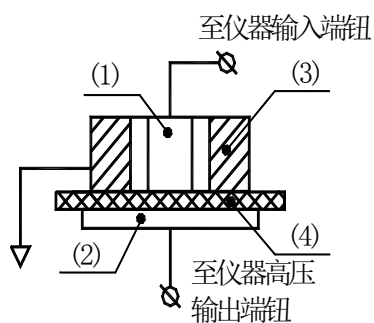

图5 测体积电阻 R_v
1) 测试试样体积电阻时, 电极箱上的选择开关置于 R_v , 此时箱内三电极的状态如图5。